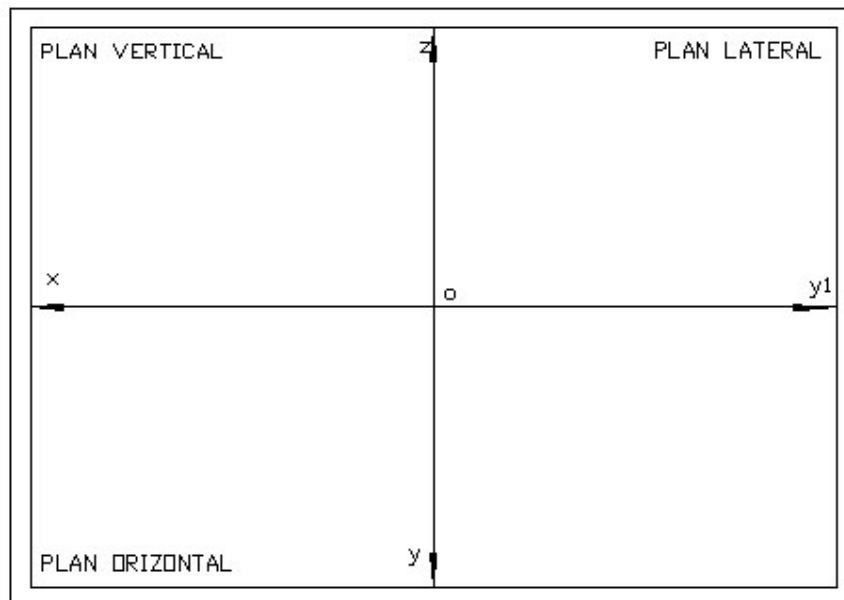

Fig.5
33. Să se reprezinte în triplă proiecție ortogonală punctul A(30,40,50). Reprezentarea este inclusă într-un dreptunghi 400x277(colțul din dreapta jos de coordonate X=10 ,Y=10), originea UCS-ului fiind punctul de coordonate X=210, Y=145, sensul pozitiv pentru axele X si Y fiind spre stânga respectiv în jos (Fig.5). Se salvează în fișierul INDICATIVGRUPĂ1.DWG și într-un bloc.